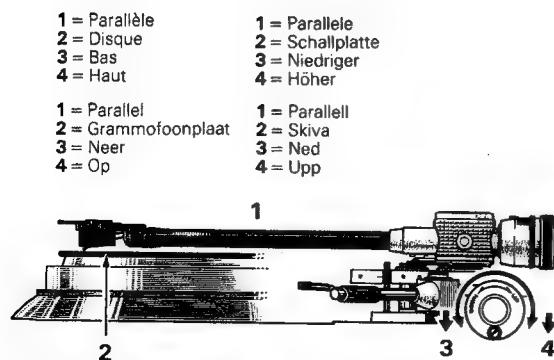

Fig. 13
3. Die Tonarmhöhe durch Drehen der Kurbelscheibe so einstellen, bis der Tonarm mit dem Plattenteller eine Parallelle bildet, wenn die Spitze der Abtastnadel die Schallplatte berührt. Siehe Fig. 13.